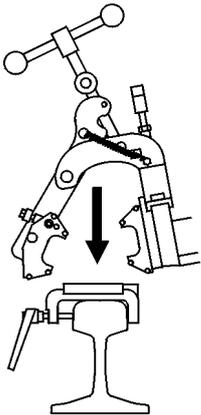

Abbildung 15: Cembre aufsetzen
- Befestigungsarm **DBG-F** in die Aufnahme für die erste Bohrung einsetzen (→Abbildung 15)